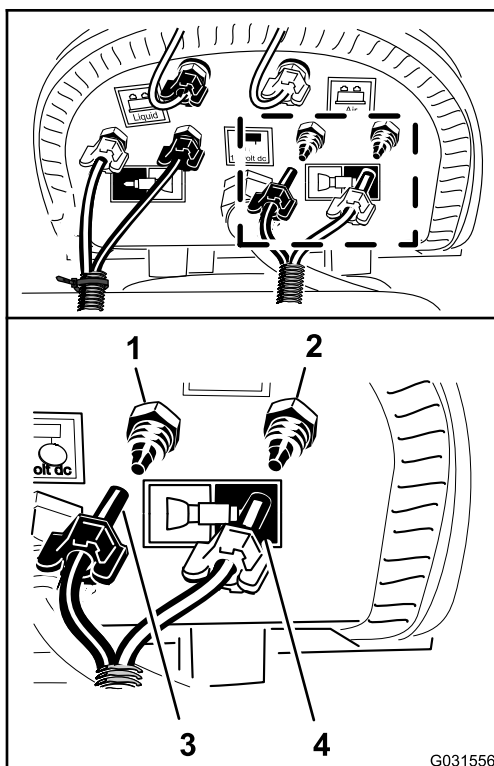

Рисунок 175
7. Подсоедините немаркированную (без кабельной стяжки) трубку, надев синюю трубку левой секции стрелы на обжимной фитинг водяного контура левой секции стрелы (Рисунок 175).
8. Наденьте зажимную гайку трубки на фитинг и затяните гайку от руки (Рисунок 175).
9. Подсоединение прозрачной трубки левой секции стрелы к обжимному фитингу для воздушного контура левой секции стрелы (Рисунок 175).
10. Наденьте зажимную гайку трубки на фитинг и затяните гайку от руки (Рисунок 175).